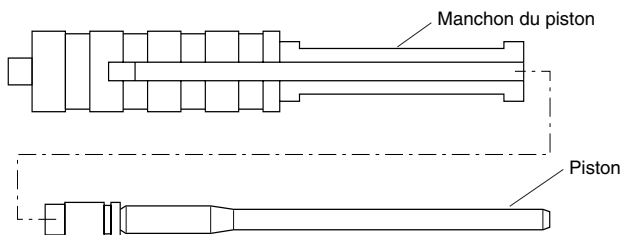

Figure 4 - Retrait du piston du manchon du piston
6. Retirer le piston du manchon du piston (Figure 4).